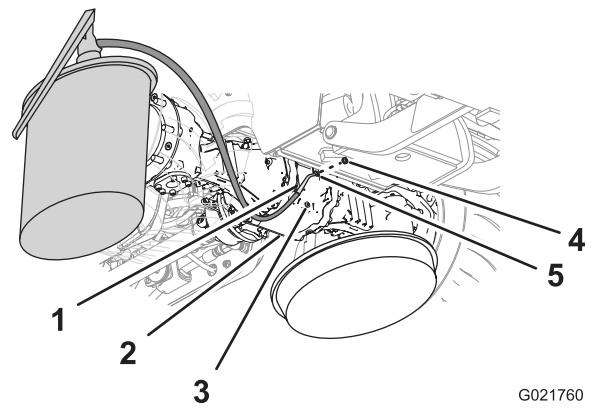
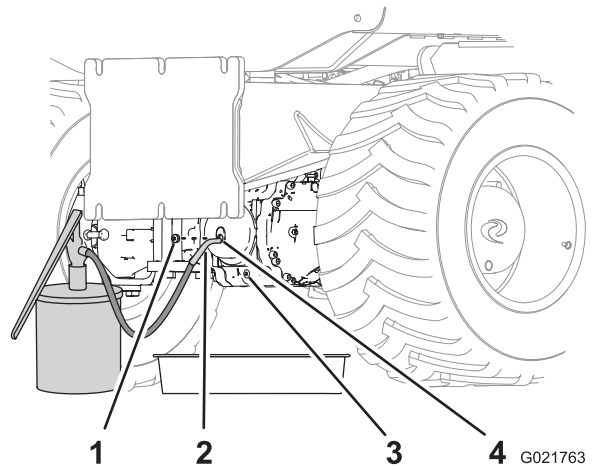

Bild 70
Bild 71
- Setzen Sie die Schrauben in die Ablassöffnung ein (Bild 70 und Bild 71).
- Füllen Sie Öl der angegebenen Sorte durch das Schauglas in das Ritzelgehäuse und die Achse, bis der Ölstand an der Unterseite des Schraubengewindes der Öffnung liegt (Bild 70 und Bild 71).
- Setzen Sie die verbleibende Schraube in die Schauglasöffnung im Ritzelgehäuse ein (Bild 70 und Bild 71).